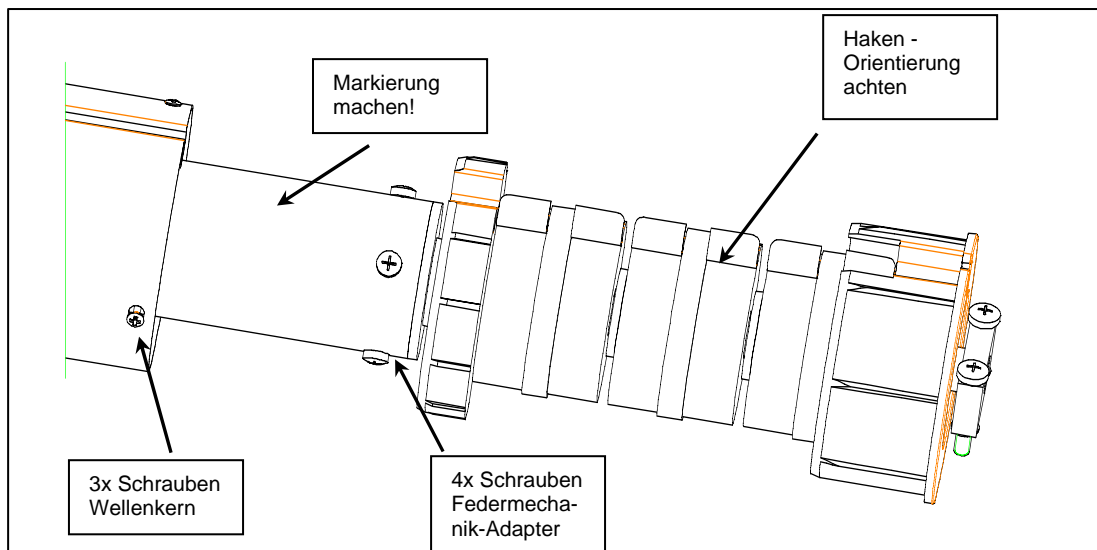

Bild 4: Federmechanik
- Die vier radial angeordneten Schrauben aus dem Federmechanik-Adapter entfernen. **Achtung**, Orientierung der Haken am Federpaket beachten (Bild 4).